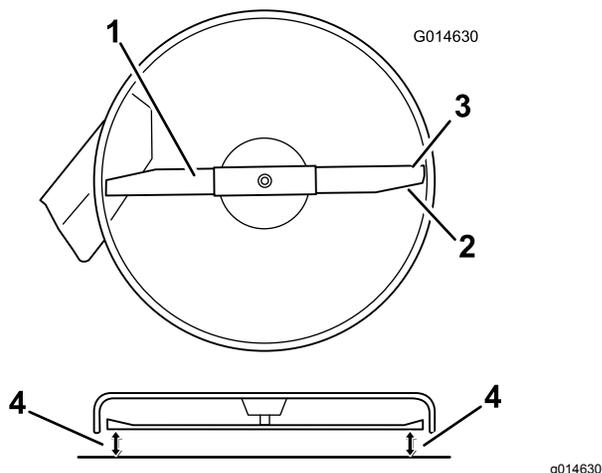
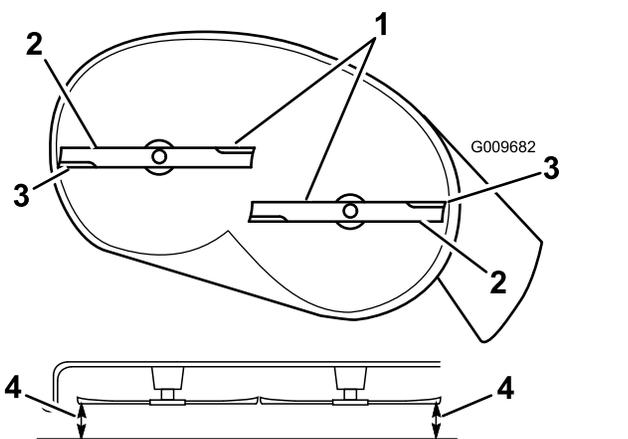

Figura 65
Figura 66
- Girate con cautela la(e) lama(e) in modo che sia(no) disposta(e) lateralmente (Figura 65 e Figura 66).
- Misurate la distanza tra i taglianti esterni e la superficie piatta (Figura 65 e Figura 66).